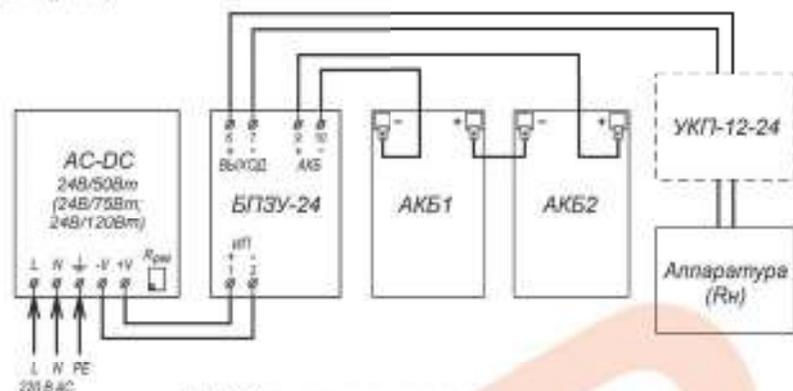
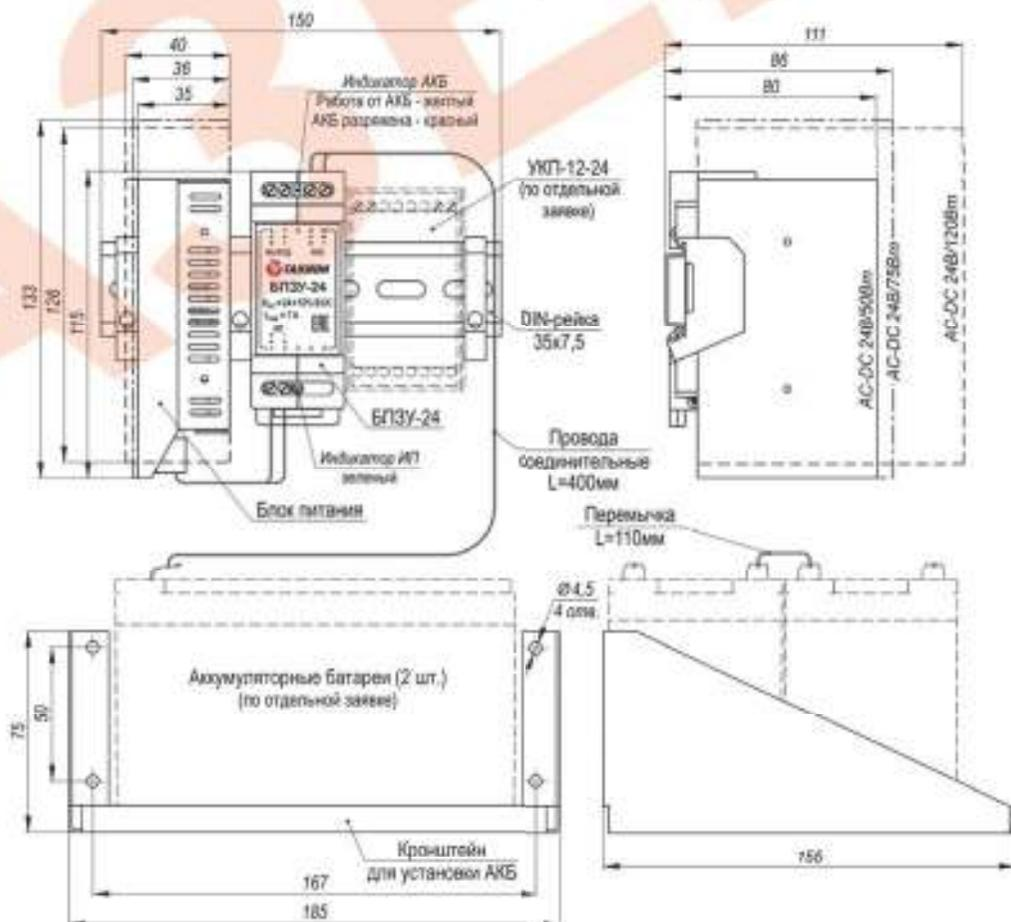

Рис.2 Схема электрическая принципиальная.
Рис.1 Устройство, габаритные и установочные размеры
Подключение цепей изделий производится в соответствии со схемой электрической принципиальной (рис.2). Для подключения необходимо:
2. Установить аккумуляторные батареи на кронштейн (см. рис.1) и подключить их проводами соединительными к контактам 9 (+) и 10 (-) БПЗУ-24, соблюдая полярность. Соединить аккумуляторы перемычкой.
4. Подать трехпроводным кабелем напряжение питания 220В AC на соответствующие контакты блока питания, при этом фазный провод (L) соединить с контактом L, нулевой провод (N) с контактом N, а провод заземления соединить с контактом PE.
5. При необходимости отрегулировать значение выходного напряжения при помощи потенциометра «Рез» (рис.2).
12. Габаритные размеры	см. рис. 1
Устройство изделия приведено на рис. 1, схема подключения на рис.2.